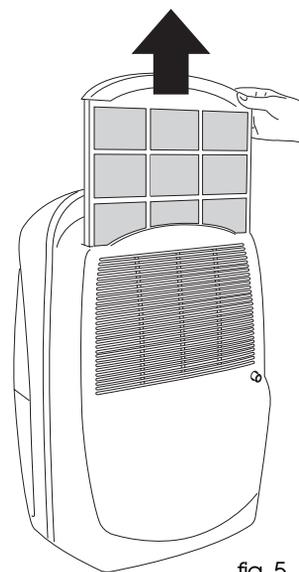

fig. 5
- Per togliere il filtro dell'aria, estrarre il filtro tirandolo (fig. 5).